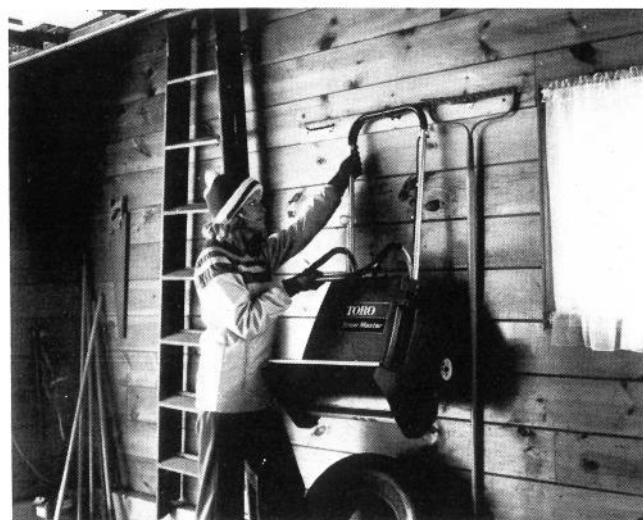

Figure 13
8. Remplacez les ailettes à la verticale pour l'entreposage de la déneigeuse. Suspendez la déneigeuse par le mancheron supérieur pour profiter d'un rangement pratique (Figure 13).